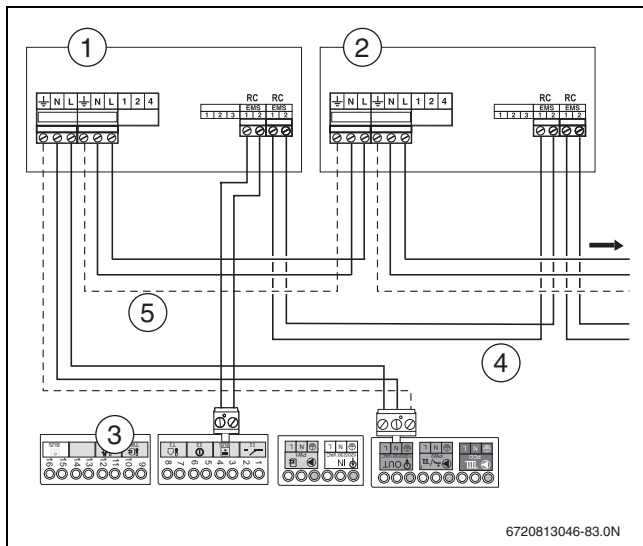

Bild 37 Anschluss mehrere Funktionsmodule
- ▶ EMS-Busanschluss des ersten Moduls für das zweite Modul verwenden. Hierzu das mit dem Modul mitgelieferte Kabel verwenden (→ Bild 37, [4]).